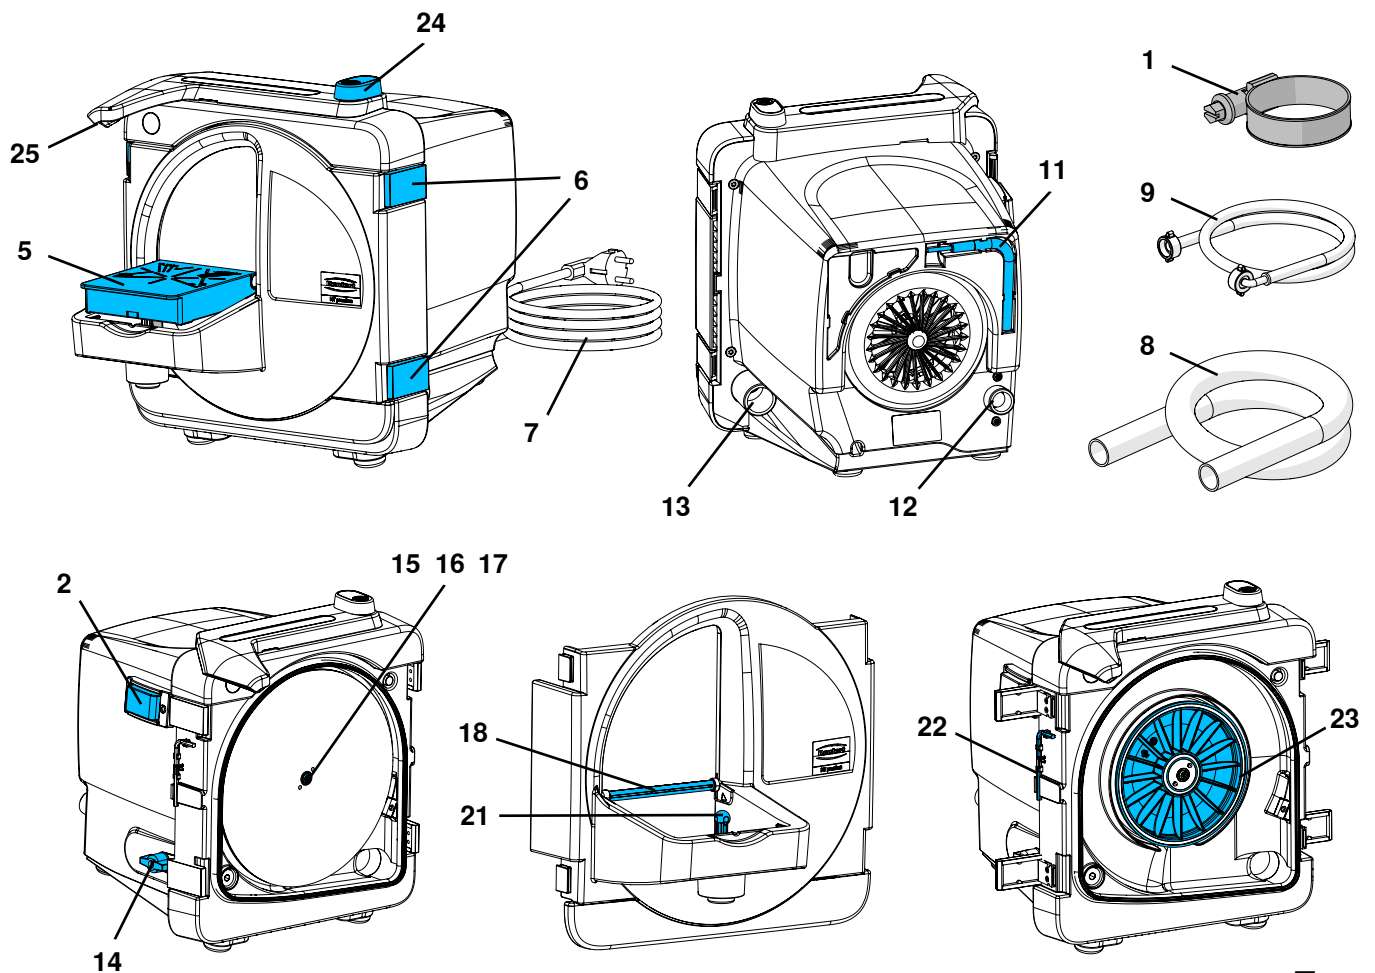

图 1
- ⇒ 连接电源插头 (图 1的7) 。
通过开/关 (图 1的2) 开动和关掉机器。